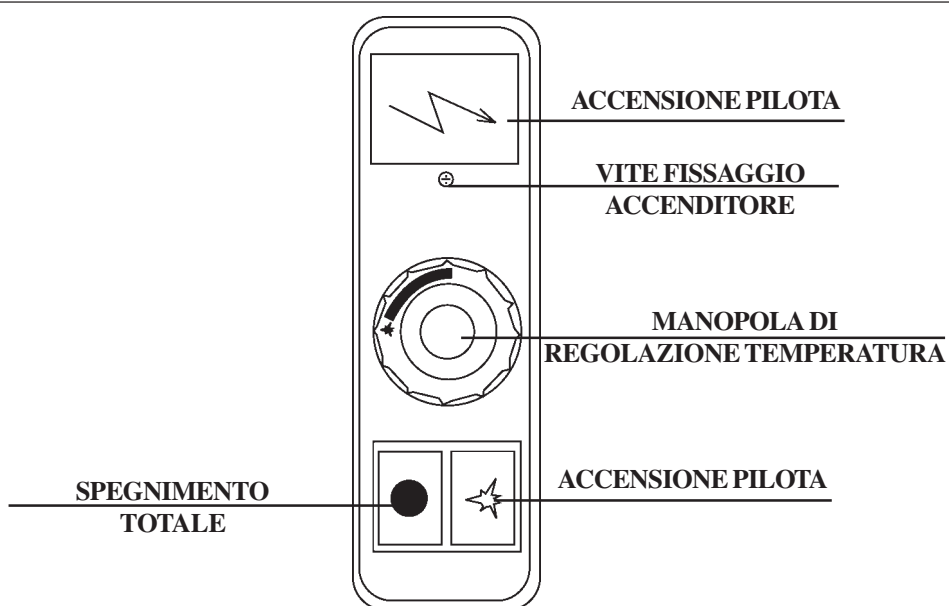

Fig. 9
ATTENZIONE: I pulsanti debbono essere come indicato in Fig. 9, non dimenticate l'interruzione della termocoppia!
5.1 ACCENSIONE PILOTA (FIG. 9)